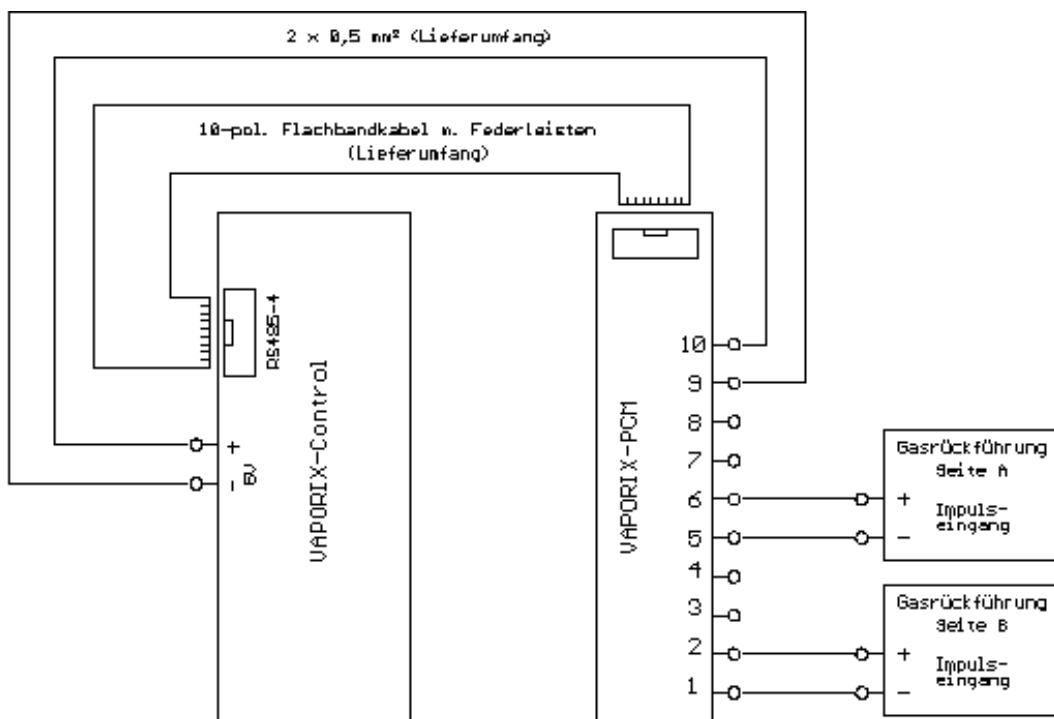

Abbildung 3: Verdrahtung
- Die Verdrahtung des VAPORIX-PCM mit dem VAPORIX-Control und dem Gasrückführungssystem ist gemäß Abbildung 3 durchzuführen. Die Schrauben der Anschlussklemmen des VAPORIX-PCM sind gegen Herausfallen gesichert. Verwenden sie zum Anschluss einen Schraubendreher mit passender Klingenbreite von maximal 2,3 mm, da diese mechanischen Sicherungen durch einen zu großen Schraubendreher beschädigt oder zerstört werden können.
- Sofern in Einzelfällen erforderlich, können alternativ zu den in Abbildung 3 verwendeten TTL-Ausgängen über die Optokoppler-Ausgänge auch galvanisch getrennte Impulse höherer Spannung erzeugt werden (externer Widerstand und Spannungsquelle erforderlich). Um Beschädigungen des VAPORIX-PCM zu vermeiden, darf dabei die maximale Schaltspannung von 28 V und der maximale Schaltstrom von 10 mA nicht überschritten werden. Um Beschädigungen am